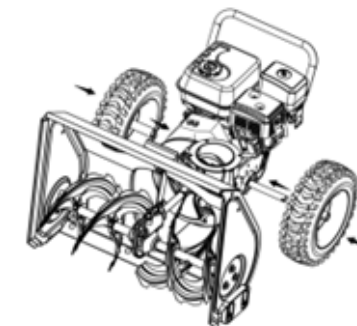

Рис. 2
- Установите шины на выходной вал и закрепите их болтами (Рис. 2).